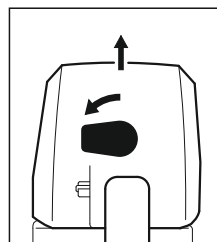

Рис. 66
- Кнопку на 90° повернуть влево (рис. 66)